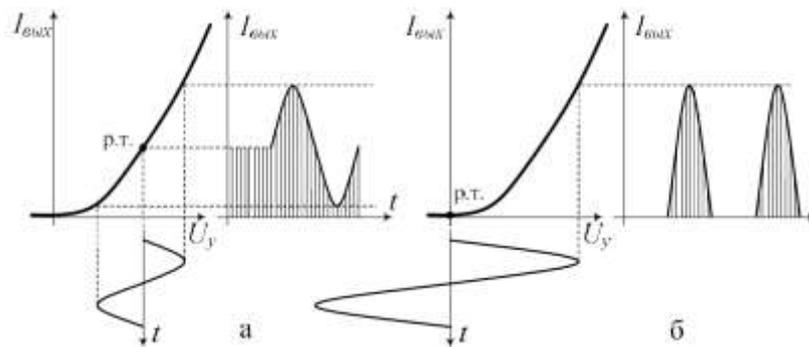

Рис. 1 Выбор рабочей точки усилителя (а – режим А, б – режим В)
*Режим класса А.* Рабочая точка (р.т.), определяющая состояние схемы при отсутствии сигнала, выбирается на линейном участке динамической вольт-амперной (передаточной) характеристики (рис. 1а). Амплитуда входного напряжения  $U_y$  на управляющем электроде активного элемента (базе транзи-
*Режим класса В.* Рабочая точка выбирается в самом начале динамической вольт–амперной характеристики (рис. 1б), в результате чего при отсутствии входного сигнала выходной ток практически равен нулю и выделяемая в каскаде мощность мала. Однако в этом случае каскад способен усиливать только одну полуволну гармонического сигнала (сигналы только одной полярности). При подаче на вход синусоидального сигнала ток в выходной цепи протекает лишь в течение половины периода (в течение другой половины периода активный элемент находится в состоянии отсечки) и имеет форму импульсов. Достоинства усилителя мощности, работающего в режиме класса В, – высокий КПД (до 70%) и большая мощность сигнала в нагрузке, однако форма выходного сигнала искажена из-за нелинейного участка передаточной характеристики.
1) Собрать схему для исследования усилительного каскада в соответствии с рис. 1. Резистор  $RP3$  установить в 200. Подключить канал СН1 осциллографа ко входу усилителя, а канал СН2 к выходу усилителя. Включить временную развертку осциллографа. Включить функциональный генератор и установить синусоидальный сигнал частотой 50 Гц, уменьшить сигнал до нуля регулятором амплитуды функционального генератора. Переключить входы СН1 осциллографа на положение «вход закорочен». Включить питание стенда. При токе  $I_b = 0$  установить на потенциометре  $RP2 = 2$  и далее не изменять его при всех экспериментах (не трогать ручку потенциометра  $RP2$ );